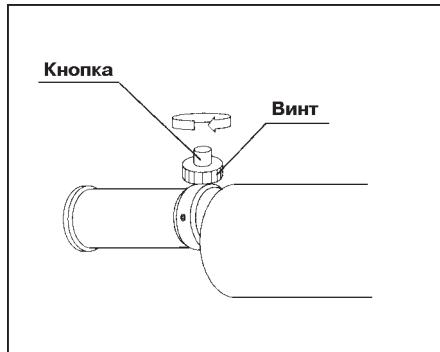

Рис. 3.5.
- 10.** Поверните винт на BML-инструментальной рукоятке по часовой стрелке для блокирования кнопки (см. рис. 3.5).